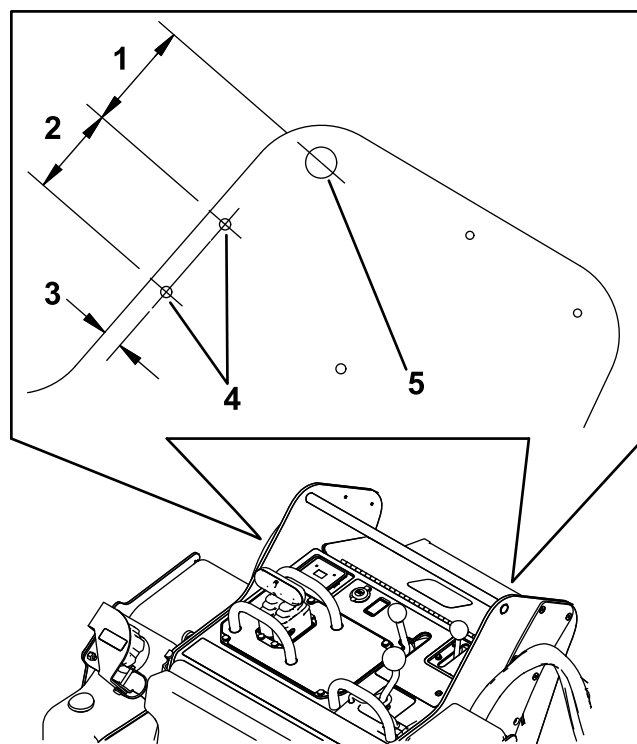

Bild 6
1. Messen Sie von den Rahmenrändern nach innen (siehe Bild 6) und markieren die Positionen der Löcher für die Befestigung der Scheibenhalterung.